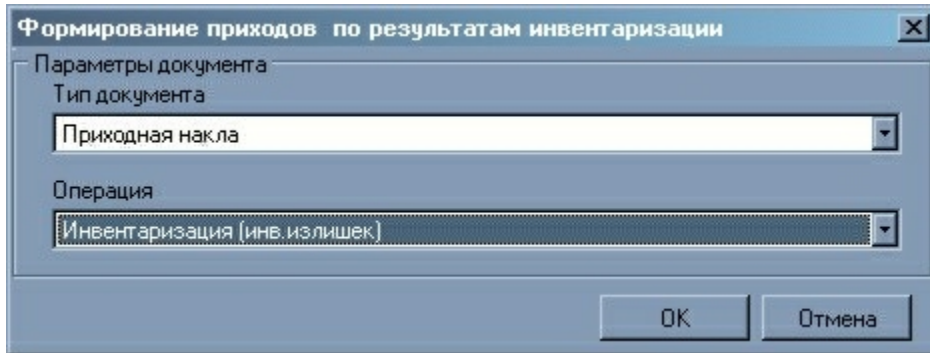

Рис. 13
4. **Выбрать** тип и операцию для формируемых документов (см. рис. 13).